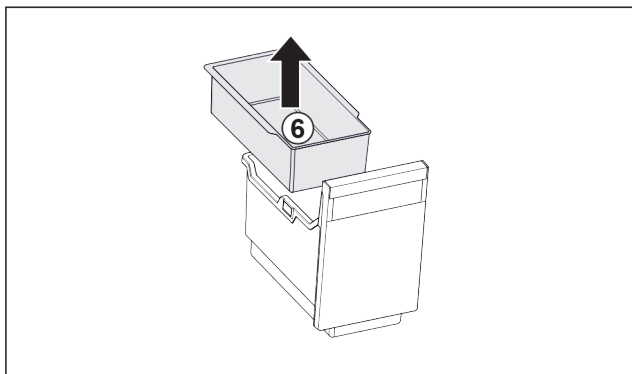

Fig. 119
- ▶ Retirer le Fig. 119 (6) balconnet pour glaçons.